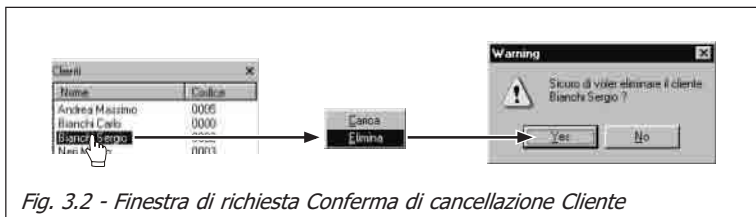

Fig. 3.2 - Finestra di richiesta Conferma di cancellazione Cliente
- **Elimina** - Elimina dalla lista (e quindi, dall'archivio) il cliente selezionato dopo aver risposto positivamente alla richiesta di conferma (vedi Fig. 3.2)